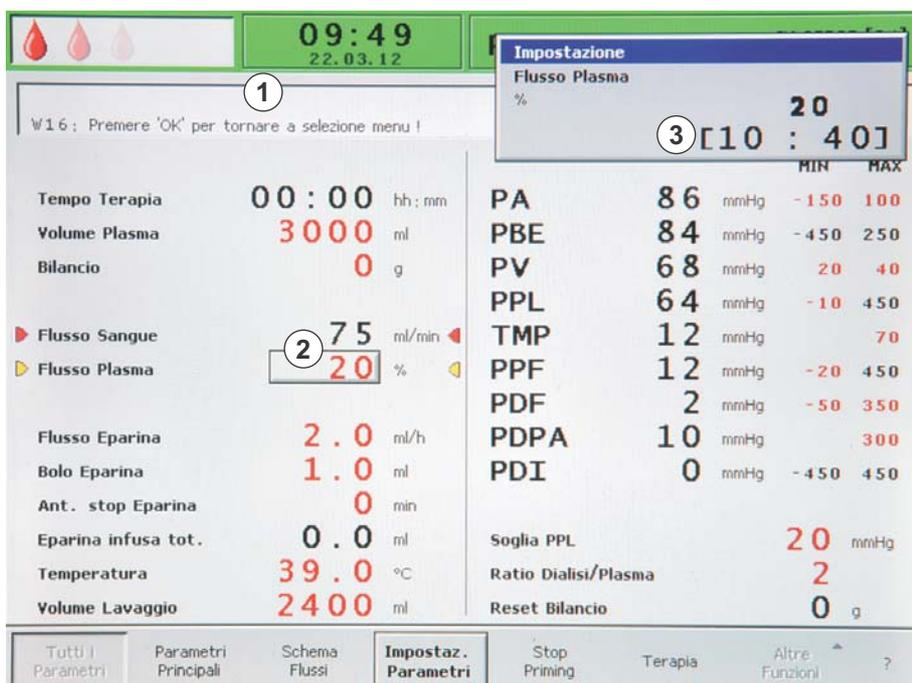

Fig. 2-21 Selezione dei parametri nella videata *Tutti i Parametri*
↳ Tutti i parametri modificabili sono evidenziati in rosso (Fig. 2-21 ).
Il campo del parametro attualmente selezionato appare come un pulsante in evidenza (non ancora premuto) su sfondo grigio (Fig. 2-21 , ② ). Il range di impostazione dei parametri viene mostrato nella finestra *Impostazione* ( ③ ). Se un parametro è importante per la sicurezza del paziente, il valore attualmente impostato è indicato sopra il range impostabile.